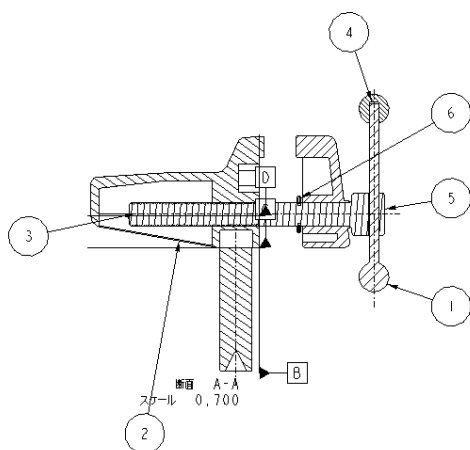

図 12-103 属性をフラット
- 2) テーブル モード「バルーン」⑤ BOMバルーンを選ぶと領域設定ダイアログボックスが現れて、構成部品表(BOM)をクリックして、メニューマネージャの「バルーン作成」、「すべて表示」、終了すると2次断面図に構成部品がバルーンの初期配置される（図 12-103）に示す。